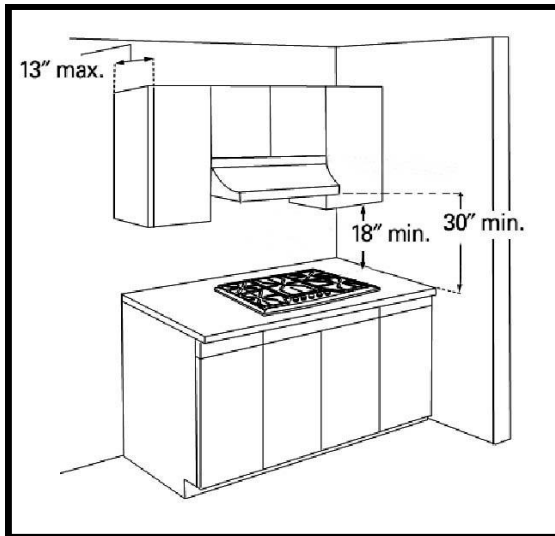

Figure 6
- Évitez de placer des armoires directement au-dessus de la table de cuisson lorsque possible. Si des armoires sont utilisées au-dessus de la surface de cuisson, ajustez ces armoires à pas moins de 13" de profondeur (voir Figure 6).